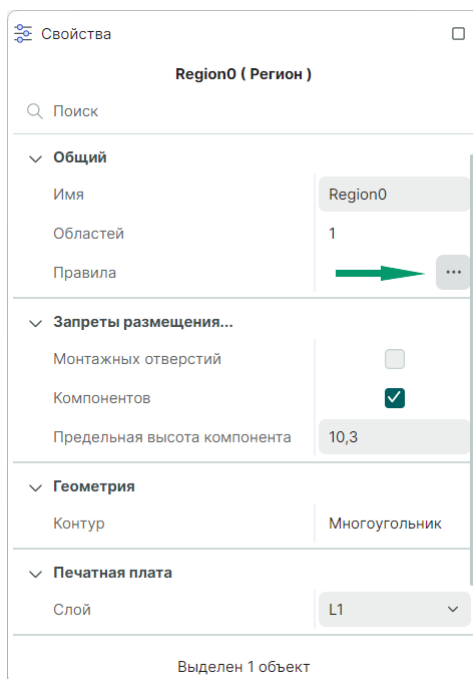

Рис. 170 Переход в редактор правил из панели «Свойства»
- с помощью символа «...» в панели «Свойства» → «Общий» → «Правила», см. Рис. 170;